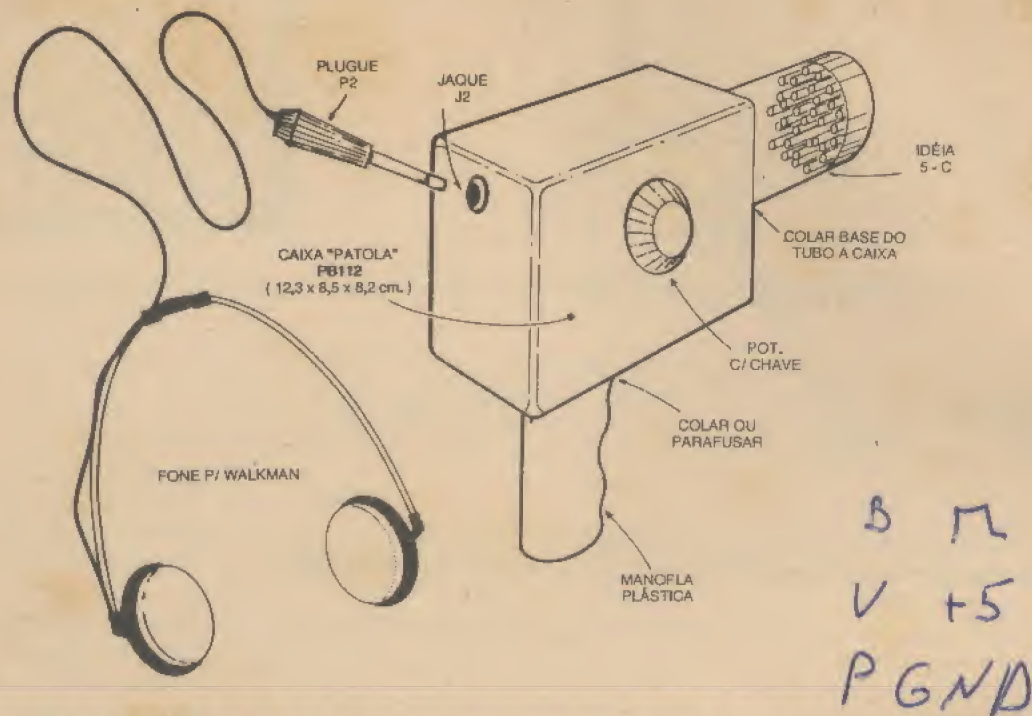

Fig.6
- **5-C** - O mais sofisticado (em termos acústicos...) dos sistemas possíveis (porem ainda de fácil realização...) é o do *ressonador*... Constituí num tubo plástico nas medidas sugeridas, contendo *muitos* tubinhos de pequeno diâmetro, e de comprimentos diferentes, em ampla gama, com o que cada um deles está sintonizado para ressoar em determinada faixa ou frequência de áudio. Isso, além de oferecer um nítido *reforço* aos níveis sonoros recebidos, também colabora grandemente para aumentar a direcionalidade do sistema...! Mais detalhes sobre a idéia, logo à frente, na **FIG. 6**...
- FIG. 6 - A PISTOLA ACÚSTICA... - A idéia básica do *ressonador* (5-C) permite algumas elocubrações práticas que podem, a princípio, parecer um tanto *malucas*, mas cujo funcionamento e eficiência foram comprovados... O eletreto deve ficar no centro interno da base de um tubo plástico largo, este contendo (bem presos, com adesivo...) um *monte* de canudinhos de refresco, cortados em muitos e variados comprimentos (tipicamente entre um mínimo de 4 ou 5 cm. e um máximo de 10 a 11 cm.). O tubo poderá, então, ser fixado com cola forte à caixa que contém o circuito, na disposição sugerida... Uma manopla plástica, presa (por parafuso/porca, ou mesmo por adesivo forte...) à base da caixa, dará grande praticidade de uso ao conjunto, que assim poderá ser portado e *apontado* como se fosse uma pistola... O *jaque* de fone pode ficar na parte traseira do *container* principal. Com tal disposição geral, o **ORELHÃO** poderá ser confortavelmente usado para a captação remota de *conversa alheia*, ou (em atividade claramente mais nobre...) na oitiva dos sons de animais ariscos, passáros, etc., mesmo a uma distância de muitos metros! Se for desejada a máxima imunidade do sistema a ruídos induzidos pelo próprio manuseio por parte
do usuário, é possível adaptar o conjunto (dentro da idéia geral da FIG. 6...) a um tripé (do tipo originalmente usado com máquinas fotográficas...), com o que ficará ainda mais fácil e prático manter a *pontaria* do conjunto, além de obter-se excelente estabilidade mecânica para o sistema... ■